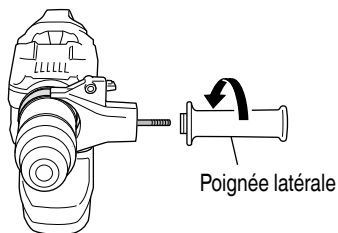

Fig. 14
- (4) Tout en ajustant le ruban sur une position convenant à la tâche, tourner la poignée latérale pour serrer le ruban. S'assurer que le ruban est solidement serré. (Fig. 14)